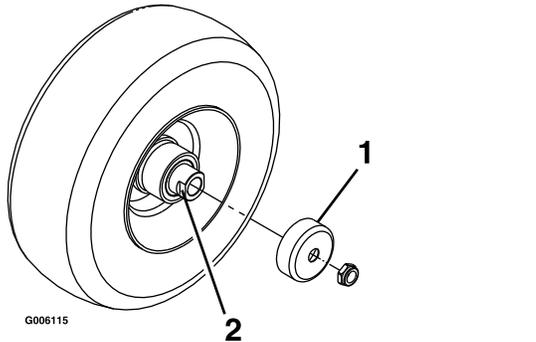

Figura 38
4. Remova os resguardos do vedante do cubo da roda (Figura 38).